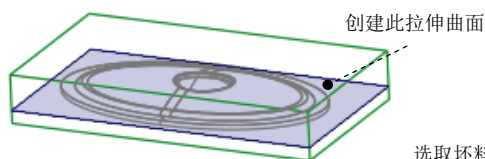
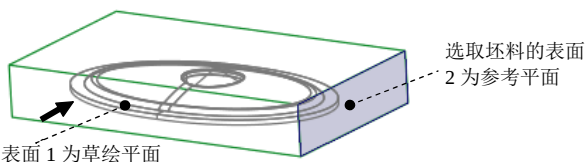

图 21.30 创建拉伸曲面
图 21.31 定义草绘平面
Step6. 通过“拉伸”的方法, 创建图 21.30 所示的拉伸曲面。
(1) 取消坯料的遮蔽。
(2) 单击 **分型面** 功能选项卡 **形状** 区域中的  按钮, 此时系统弹出“拉伸”操控板。
(3) 定义草绘截面放置属性。右击, 从系统弹出的菜单中选择 **定义内部草绘...** 命令; 在系统  选择一个平面或曲面以定义草绘平面。的提示下, 选取图 21.31 所示的坯料表面 1 为草绘平面, 接受图 21.31 中默认的箭头方向为草绘视图方向, 然后选取图 21.31 所示的坯料表面 2 为参考平面, 方向为 **右**。然后单击 **草绘** 按钮。